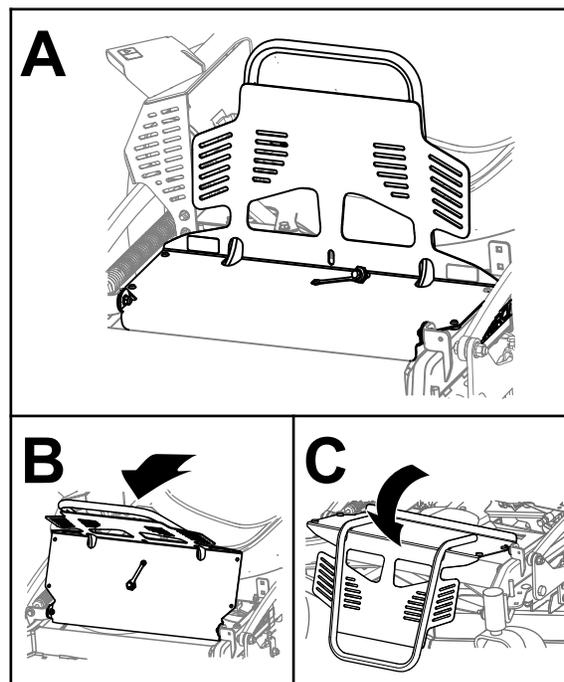

Рисунок 30
2. Поверните защиту двигателя вперед, как показано на Рисунок 30.